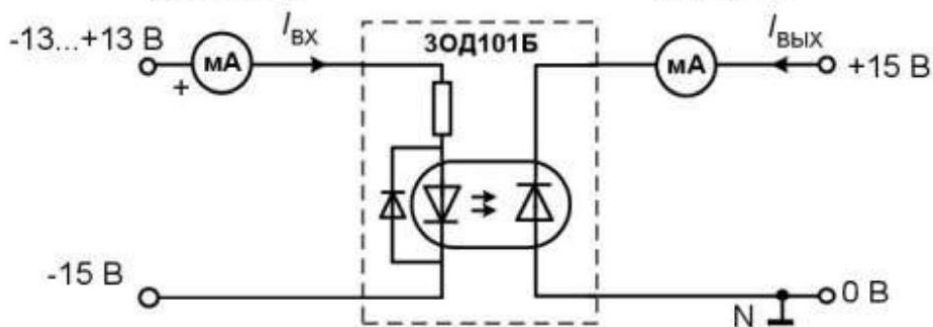

Рисунок 1.4
6) Соберите цепь (рисунок 1.4) для снятия передаточной характеристики диодной оптопары в фотодиодном режиме.